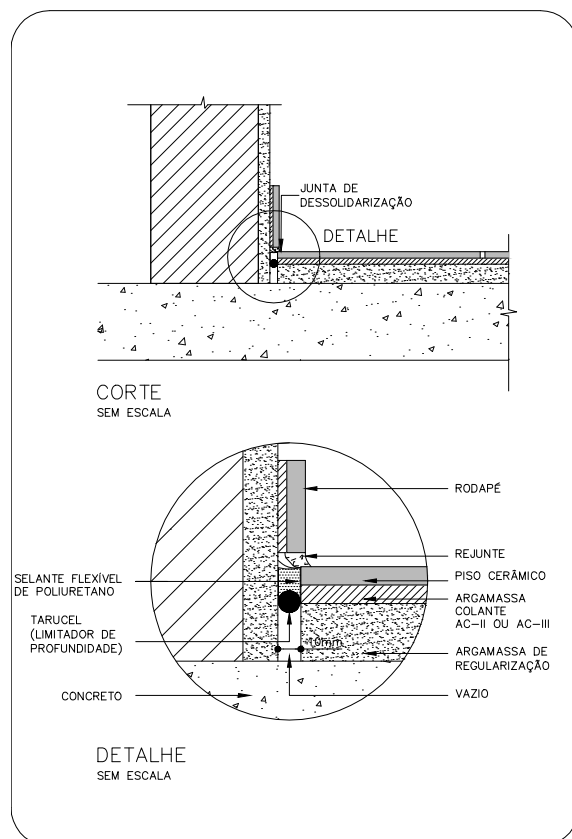

Figura 1:
- » As juntas de dessolidarização deverão ser previstas por ocasião da execução da argamassa de regularização, utilizando chapas de EPS ou sarrafos de 10mm. [Ver figura 1].